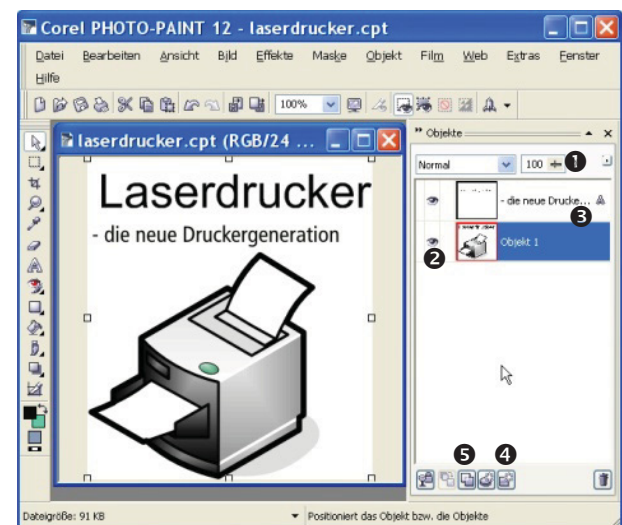

Abb. 10-14: Andockfenster Objekte
In COREL PHOTO-PAINT werden alle Objekte auf separaten Ebenen verwaltet (Abb. 10-14).
- Die Deckkraft einer Ebene kann reduziert werden (Abb. 10-14 ①), um darunter liegende Objekte durchscheinen zu lassen.
- Ebenen können unsichtbar geschaltet werden ②.
- Jede Ebene trägt einen Standardnamen, meist *Objekt n*. Handelt es sich beim Ebeneninhalte um Text, so wird dieser als Ebenenname angezeigt ③. Alle Ebenenbezeichnungen können per **DKI** auf den Namen geändert werden.
- Ebenen können als sogenannte Linsen eingesetzt werden. Mit der Funktion **AF OBJEKTE | NEUE LINSE** (Abb. 10-14, ④) wird die Ebene zum
- Die Hintergrundebene kann mit der Funktion EIN OBJEKT AUS DEM HINTERGRUND ERSTELLEN bei Bedarf in eine Objektebene umgewandelt werden (Abb. 10-14, ⑤).
AF OBJEKTE | EIN OBJEKT AUS DEM HINTERGRUND ERSTELLEN (Abb. 10-14, ⑤) ►► Die Ebenenbezeichnung *Hintergrund* ändert sich in *Objekt 1*. Damit ist keine Hintergrundebene mehr vorhanden.